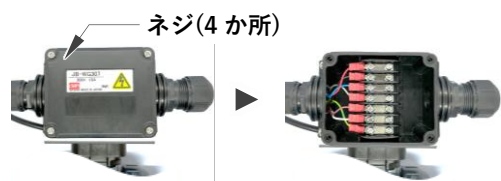

図 6.2-2
- 2) 端子箱のネジ(4か所)をプラスドライバでゆるめ、蓋を取り外します(図 6.2-2)。